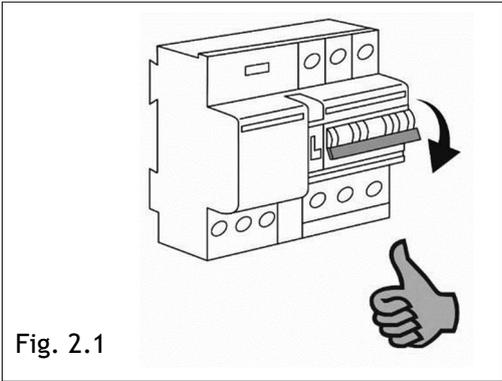

Fig. 2.1
**¡Atención! antes de realizar cualquier operación de limpieza o mantenimiento o en caso de tormentas, desconectar el aparato colocando el interruptor general de la instalación en “apagado” (Fig.2.1) o desconectando la clavija (Fig.2.2).**